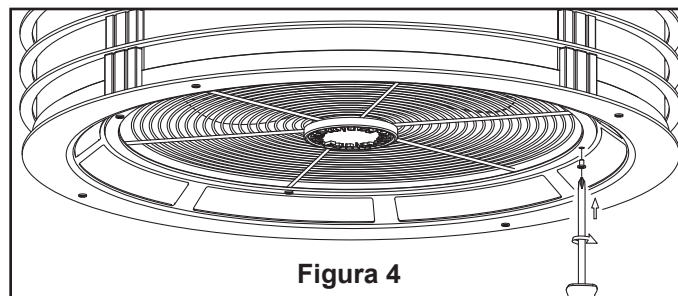

Figura 4
- Una vez realizadas las conexiones, gire los conductores hacia arriba y, con cuidado, colóquelos dentro de la caja de salida; con los conductores blancos y verdes hacia un lado y los conductores negros hacia el otro. (Figura 4)
4. Para configurar el código del mando a distancia, Mueva los interruptores de código hasta colocar el código de selección en la posición arriba o abajo. Con un destornillador pequeño o con una lapicera (no se incluye) deslice firmemente hacia arriba o hacia abajo. (Figura 4)
- 3. Vuelva a colocar la rejilla en el motor usando los tornillos extraídos. (Figura 4)